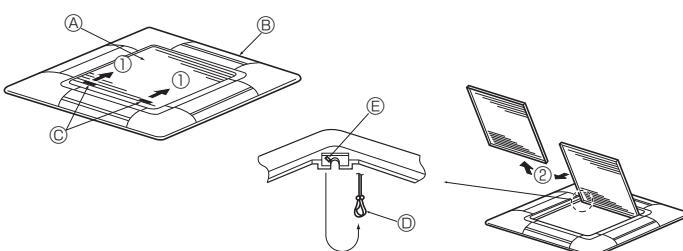

Fig. 8-3
8.2.1. Verwijderen van de gril van de inlaatopening (Fig. 8-3)
- Schuif de hendels in de richting die wordt aangegeven door de pijl ① om de gril van de inlaatopening te openen.
- Verwijder nu het scharnier van de gril van de inlaatopening zoals aangegeven door de pijl ②, terwijl de gril in de geopende positie staat.